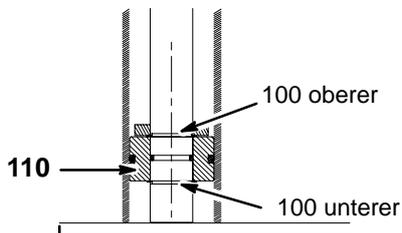

Abb. 6
7. Service am Kolben der Hebestange (Abb. 6):